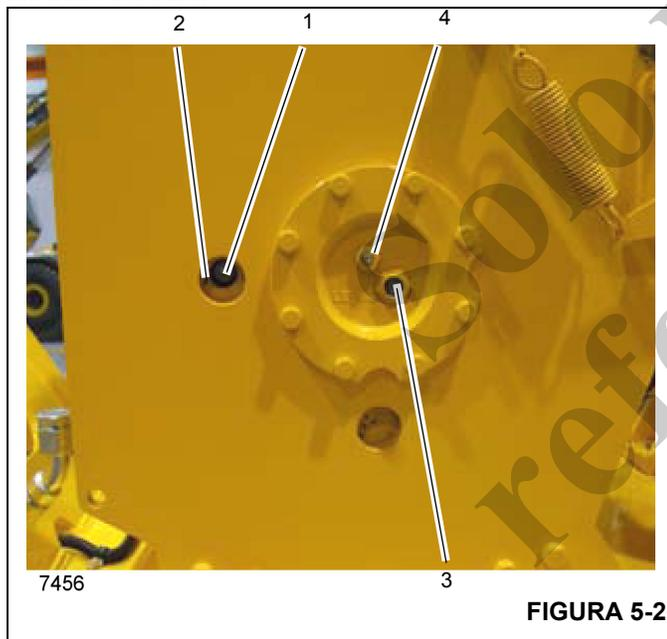

FIGURA 5-2
**NOTA:** Si no se alinea el tapón de llenado/vaciado (1) con el agujero de acceso superior (2) tal como se ilustra en la (Figura 5-2) antes de revisar el nivel de aceite, se obtendrá una indicación imprecisa.
1. Gire el tambor del malacate hasta que el tapón de llenado/vaciado (1) quede visible por el agujero de acceso superior (2) mostrado en la (Figura 5-2).